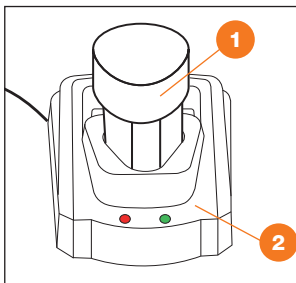
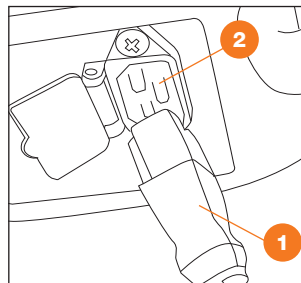

Рис. 11.1
Рис. 11.2
2. Для зарядки **DSA 6Li** и **DSA 9Li** вставьте аккумулятор **1** в зарядное устройство **2** (Рис. 11.1). Для зарядки **DSA 12Li** вставьте шнур сетевого адаптера **1** в разъем для зарядного устройства **2** в корпусе опрыскивателя (Рис. 11.2). Индикатор на зарядном устройстве загорится красным цветом, и начнется процесс зарядки. Для полной зарядки аккумулятора может потребоваться до 8 часов.